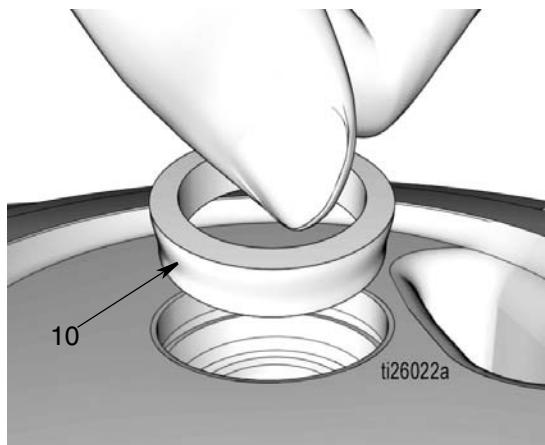

图 38
- i. 安装锥形垫片 (10)，锥形侧朝下，如 图 38 所示。